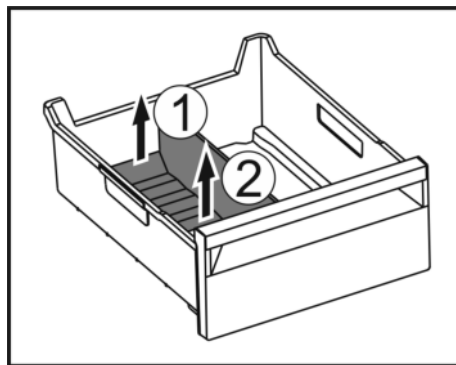

Fig. 131
- ▶ Hinteren Teil des Eisfach-Trenners anheben. Fig. 131 (1)
- ▶ Eisfach-Trenner nach oben entnehmen. Fig. 131 (2)